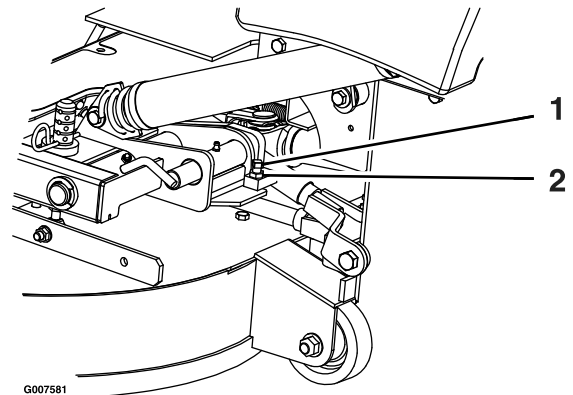

Figure 69
2. Desserrez l'écrou de blocage et tournez la vis de butée dans le sens horaire jusqu'à ce que la goupille de verrouillage soit serrée et ne puisse pas être tournée à la main (Figure 69).